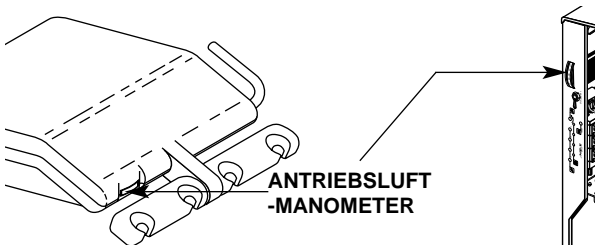

Bild 2. Antriebsluft-Manometer
2. Sehen Sie sich an, wo sich das Antriebsluft-Manometer an der Vorderseite des Gerätekopfes (siehe Bild 2 auf Seite 2) befindet.